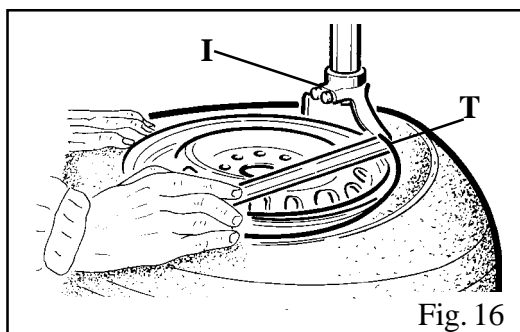

Fig. 16
- Con l'aiuto della leva (T), infilata fra tallone e la parte anteriore della torretta integrale (I), portare il tallone del pneumatico sopra la torretta stessa (Fig. 16)